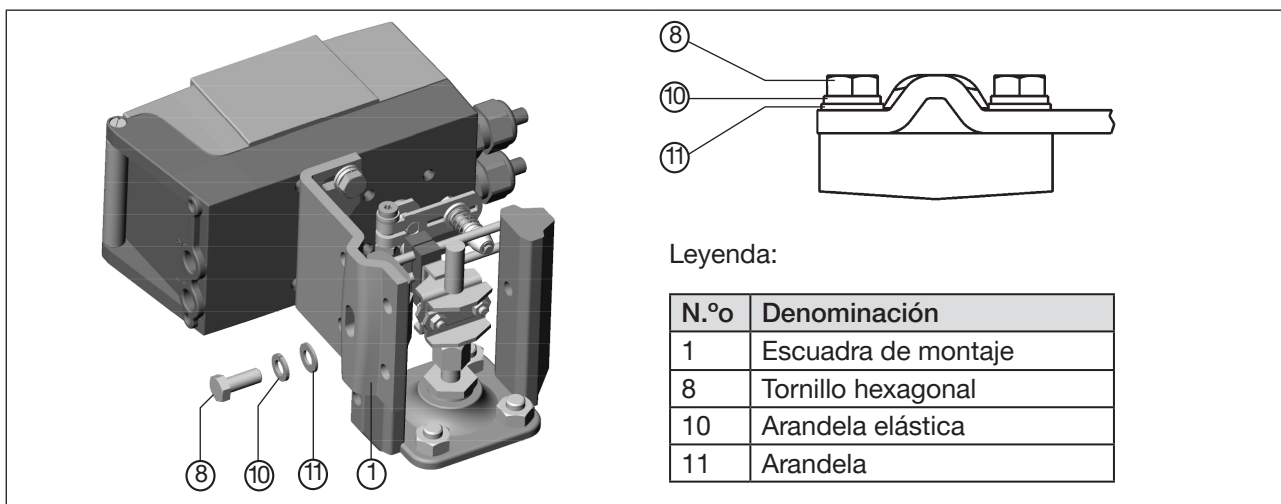

Imagen 20: Fije el posicionador con la escuadra de montaje; en caso de actuadores con bastidor forjado
→ Fije la escuadra de montaje al bastidor con uno o más tornillos de cabeza hexagonal ⑧, arandelas ⑪ y arandelas elásticas ⑩ (consulte «Imagen 20»).